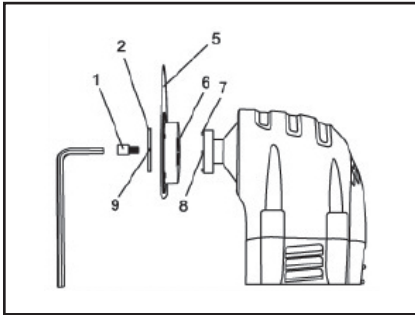

Рис. 2
- Установите диск (5) на держатель принадлежностей (Рис. 2).
1. Установите на инструмент пильное полотно для резки дерева заподлицо (Рис. 2)
1. Установите на инструмент пильное полотно для резки дерева заподлицо (Рис. 2).
1. Установите на инструмент полукруглое пильное полотно для дерева и гипсокартона (Рис. 2).
1. Установите на многофункциональный инструмент прижимной башмак, как показано на Рис. 2.
1. Установите на многофункциональный инструмент шабер, как показано на Рис. 2, Рис. 1 и 2.